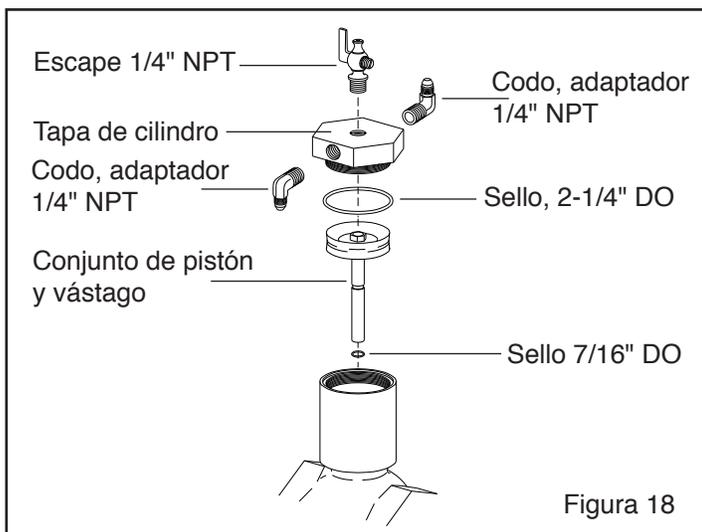

Figura 18
6.3.2 Sección Superior - Figura 18